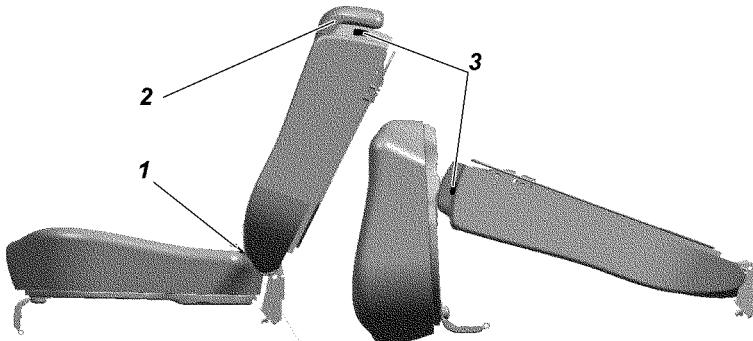

Рис. 3.25. Заднее трехместное сиденье:
Заднее трехместное сиденье (рис. 3.25) состоит из одноместной и двухместной подушки и одноместной и двухместной спинки.
-потяните за петлю 1 (рис. 3.25) и установите подушку в вертикальное положение;
-потяните за рычаг 3 по направлению движения автомобиля, освободив спинку, уложите ее, как показано на схеме, рис. 3.25;